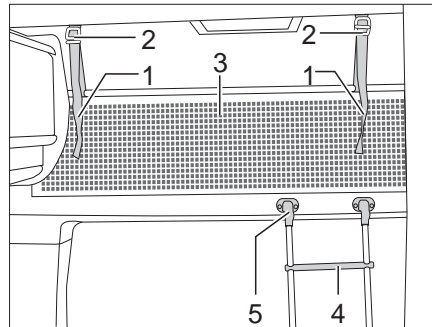

Fig. 121 Cama de alcoba
Para subir a la cama de alcoba, utilizar la escalera de ascenso (Fig. 121,4) equipada de serie.
- Enganchar la escalera con los largueros en el soporte (Fig. 121,5) del panel de la alcoba.
La red de seguridad (Fig. 121,3) viene de serie entre el colchón y el somier. Tender la red de seguridad cuando las personas ya se encuentren en la alcoba.
- Engatillar las cintas de sujeción (Fig. 121,1) en los soportes en el techo (Fig. 121,2).